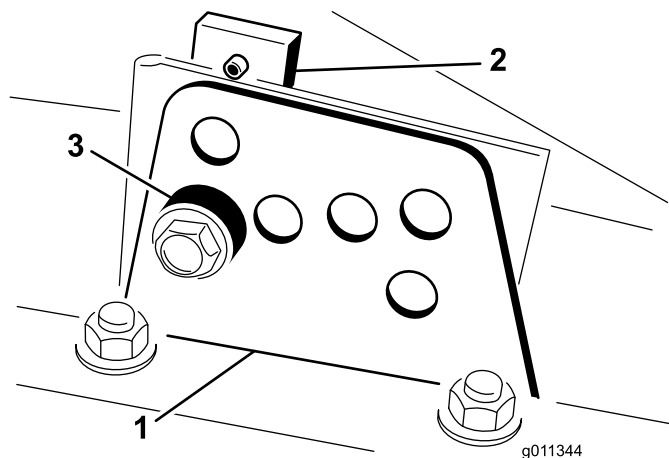

Рисунок 15
регулировки высоты скашивания (с передней и боковых сторон), как показано на Рисунок 15.
- Удерживая камеру, снимите проставку (Рисунок 15).